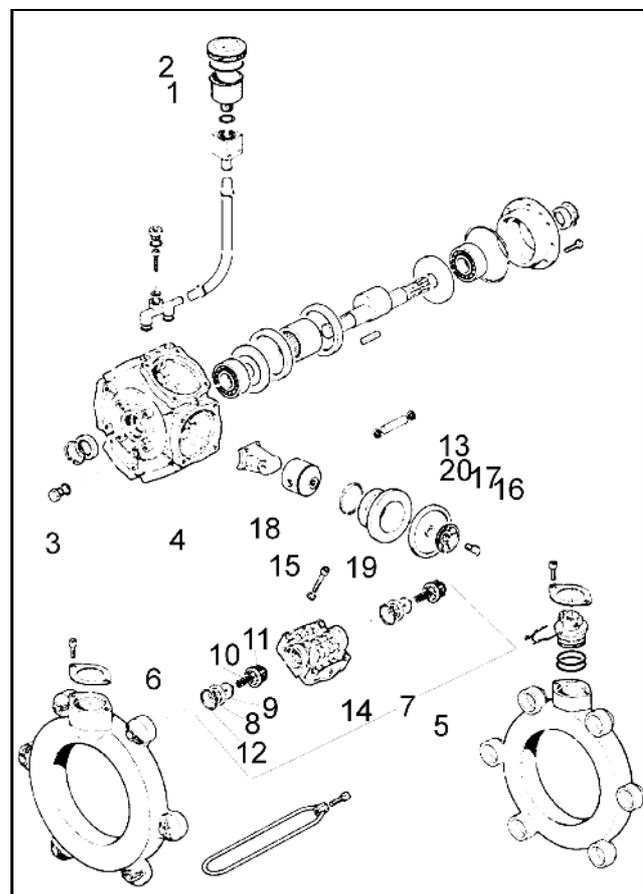

Fig. 9.2
Desmontando la membrana de émbolo (Fig. 9.2/13) comprobar su estado por lo menos una vez al año.
- Quitar el estribo de sujeción (Fig. 9.1/10) así como el canal de aspiración y de presión (Fig. 9.2/5, 9.2/6) incluyendo los grupos de válvulas (Fig. 9.2/). **¡Observar la posición de montaje de las válvulas del lado de aspiración y de presión!**
- Después de quitar los tornillos (Fig. 9.2/15) quitar la culata (Fig. 9.2/14).